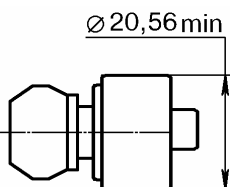

Рис. 29.
13.2.2 Поршень 2101-3502042-10 заднего тормозного цилиндра, рис. 29.